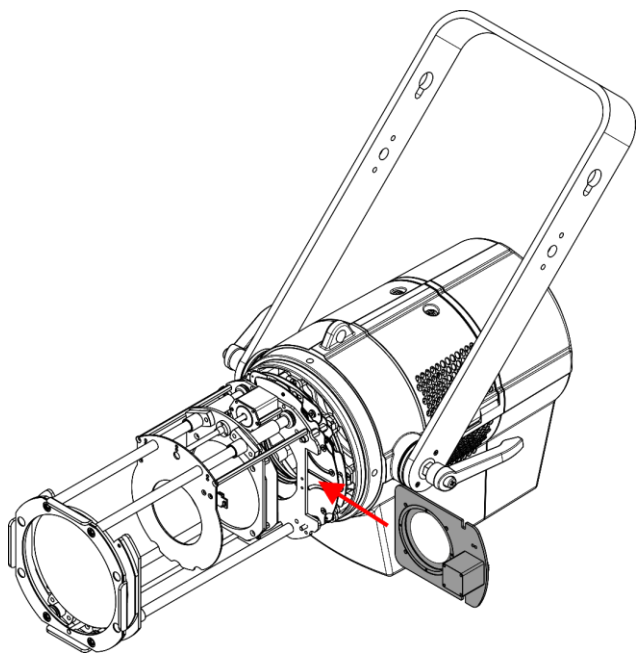
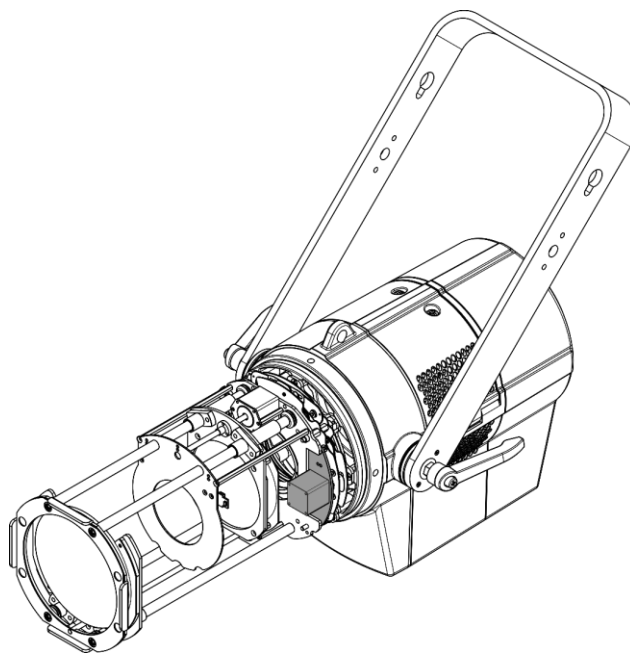

Fig. 05
Fig. 06
02) Far scorrere il supporto gobo nell'alloggiamento (Fig. 05) fino a che non viene bloccato in posizione (Fig. 06).